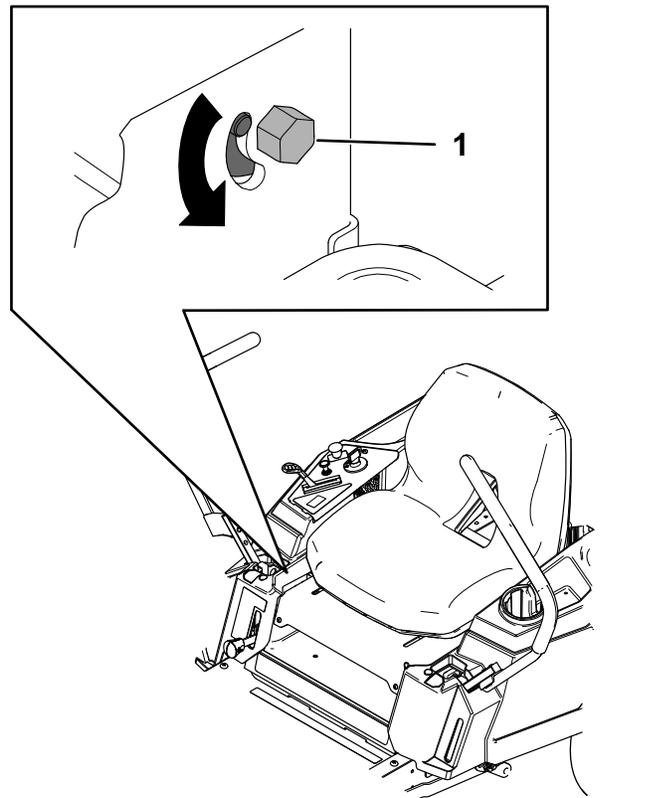

Figura 55
3. Localizați urubul de reglare a direcției de lângă maneta de control al micării pe partea care trebuie efectuată reglarea (Figura 55).